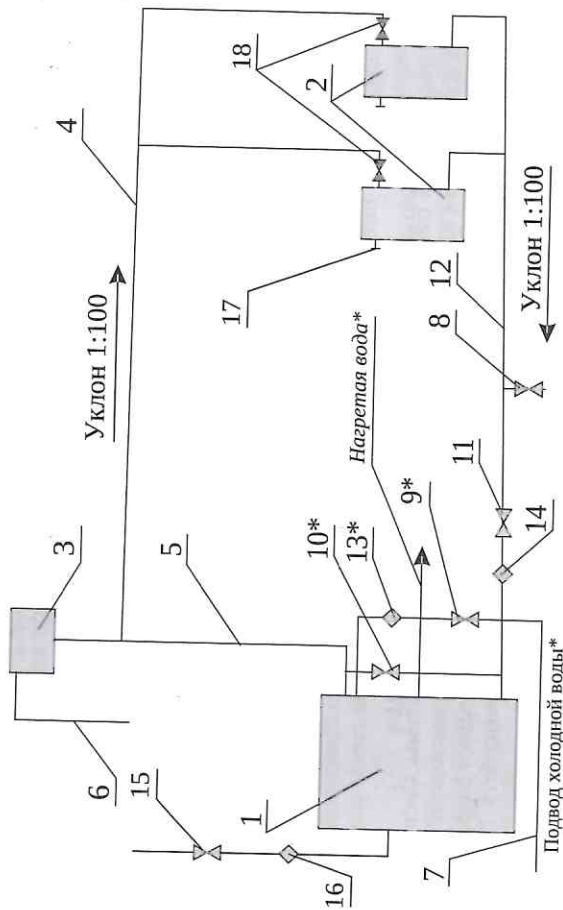

Рис. 3. Пример подключения котла в системе отопления с естественной циркуляцией теплоносителя
- 6.5. Расширительный бачок располагается в самой высокой точке системы. Система отопления должна быть с верхней разводкой. Площадь поверхности нагревательных приборов и количество определяется расчетом. Во избежание получения большого гидравлического сопротивления системы занижать диаметры трубопровода не рекомендуется. Пример подключения котла к отопительной системе приведен на рис. 3, 4.